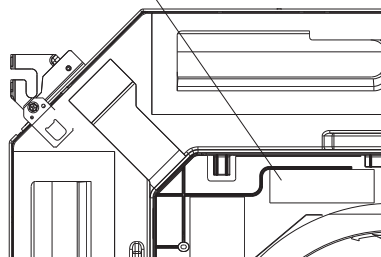

Fig. 2-8
2.7. Étiquette en français (Fig. 2-8)